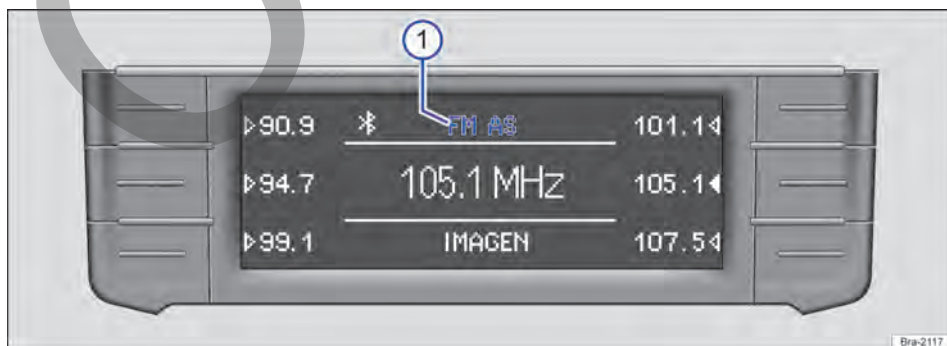

Fig. 125 Menú principal RADIO: se muestran las bandas de frecuencias y los niveles de memoria.
La banda de frecuencia seleccionada en ese momento se muestra arriba de la emisora → fig. 125 ①.